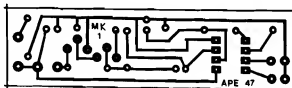

Fig. 2
- FIG. 2 - LAY OUT DO CIRCUITO IMPRESSO ESPECÍFICO (MK1) - Simples e... pequeno! Até uma tirinha de fenolite virgem, que esteja sobrando af pela sacuda do Hobbyista, poderá ser aproveitada (são apenas 2 centímetros na largura!). A figura está em tamanho natural, e portanto pode ser copiada diretamente... Recomendamos todos os "tradicionais" cuidados e "macetes" na confecção, conferência e preparação final da plaquinha, que não deverá oferecer qualquer dificuldade ao Leitor, mesmo iniciante...